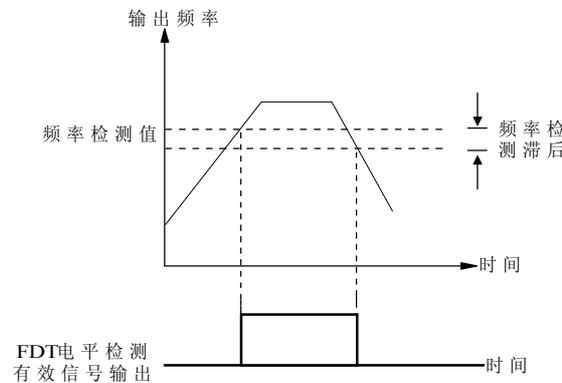

图 5-3-9 频率检测FDT
- ◆ 当输出频率超过某一指定频率（频率检测值）时，Y 输出指示信号，这个指定频率称为FDT电平。在输出频率下降过程中，如果输出频率小于FDT电平，Y将继续输出指示信号，直到输出频率下降到低于FDT电平的某一频率，即解除频率。（解除频率=频率检测值-FDT滞后值），如图5-3-9所示。